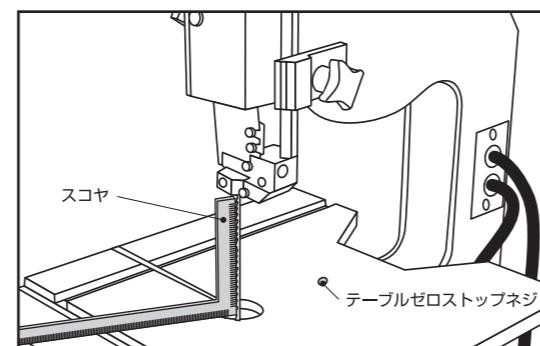

図5
2. テーブルゼロストップネジを六角棒レンチでゆるめてください。(図5)
3. スコヤまたは三角定規などを用いて、鋸刃とテーブルの角度が90度になるように調整してください。(図5)